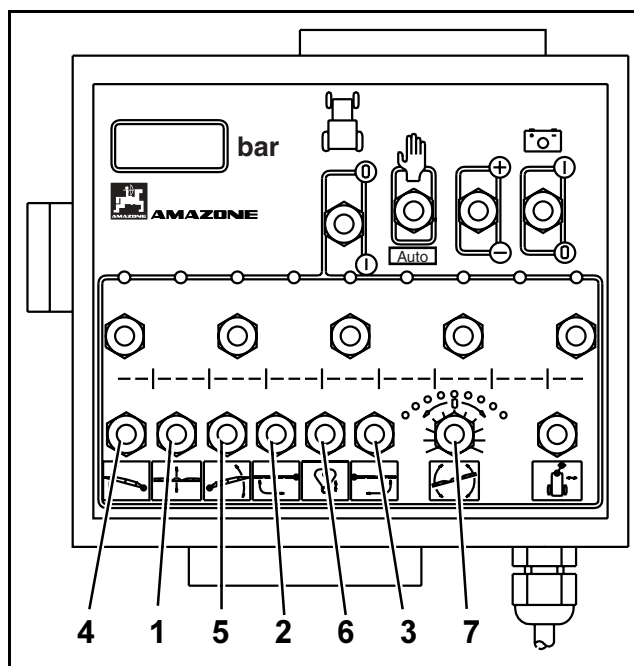

Рис. 109
- Нажмите клавишу (Рис. 109/1) и поднимите, таким образом, штанги при помощи гидр. устройства регулировки высоты в среднее положение.
- Одну из клавиш (Рис. 109/2 или Рис. 109/3) держите в положении "Раскладывание", пока обе консоли не начнут раскладываться вниз, а отдельные сегменты не раскроются полностью. Соответствующие гидравлические цилиндры блокируют штанги в рабочем положении.
- Клавиши (Рис. 109/2 и Рис. 109/3) держите в положении "Раскладывание", пока обе консоли не начнут раскладываться вниз, а отдельные сегменты полностью не раскроются. Соответствующие гидравлические цилиндры блокируют штанги в рабочем положении.
- Клавиши (Рис. 109/4 и Рис. 109/5) держите в положении "Наклон вниз", пока оба пакета консолей **не разложатся вниз** в горизонтальное положение.
- Клавиши (Рис. 109/2 и Рис. 109/3) держите в положении "Раскладывание", пока отдельные сегменты не раскроются полностью. Соответствующие гидравлические цилиндры блокируют штанги в рабочем положении.